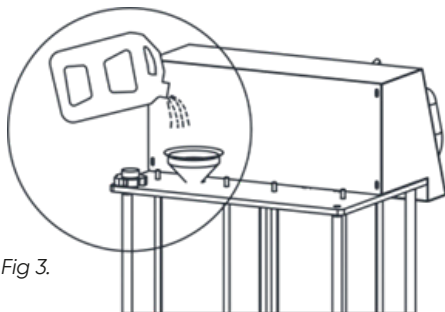

Fig 3.
2. Aby uzyskać informacje na temat specyfikacji i ilości środka zapobiegającego zamarzaniu, zapoznać się z instrukcją obsługi pojazdu. Otworzyć korek nowego zbiornika z tyłu urządzenia, wlać środek zapobiegający zamarzaniu w odpowiedniej ilości (maks. 12 l) przez lejek i dokręcić korek zbiornika, aby go uszczelnić (rys. 3).